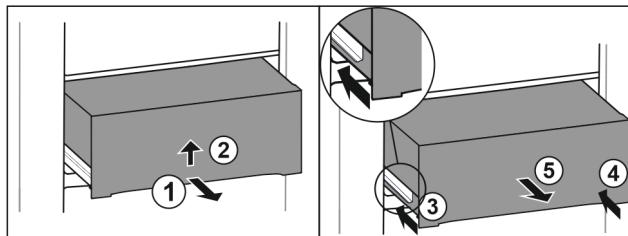

Fig. 33
- Estrarre il cassetto a metà. Fig. 33 (1)
- Sollevare il cassetto nella parte inferiore. Fig. 33 (2)
- Inserire la guida sinistra. Fig. 33 (3)
- Inserire la guida destra. Fig. 33 (4)
- Rimuovere il cassetto tirandolo in avanti. Fig. 33 (5)